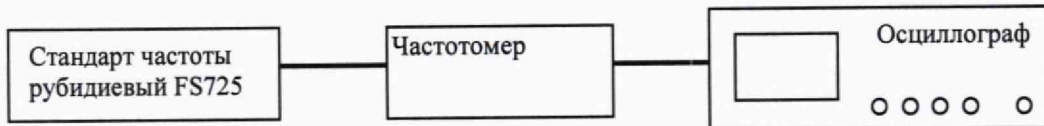

Рисунок 8
10.3.6 Установить на встроенном калибраторе осциллографа (CALOUT) напряжение плюс 30 мВ, для чего (рисунок 8):